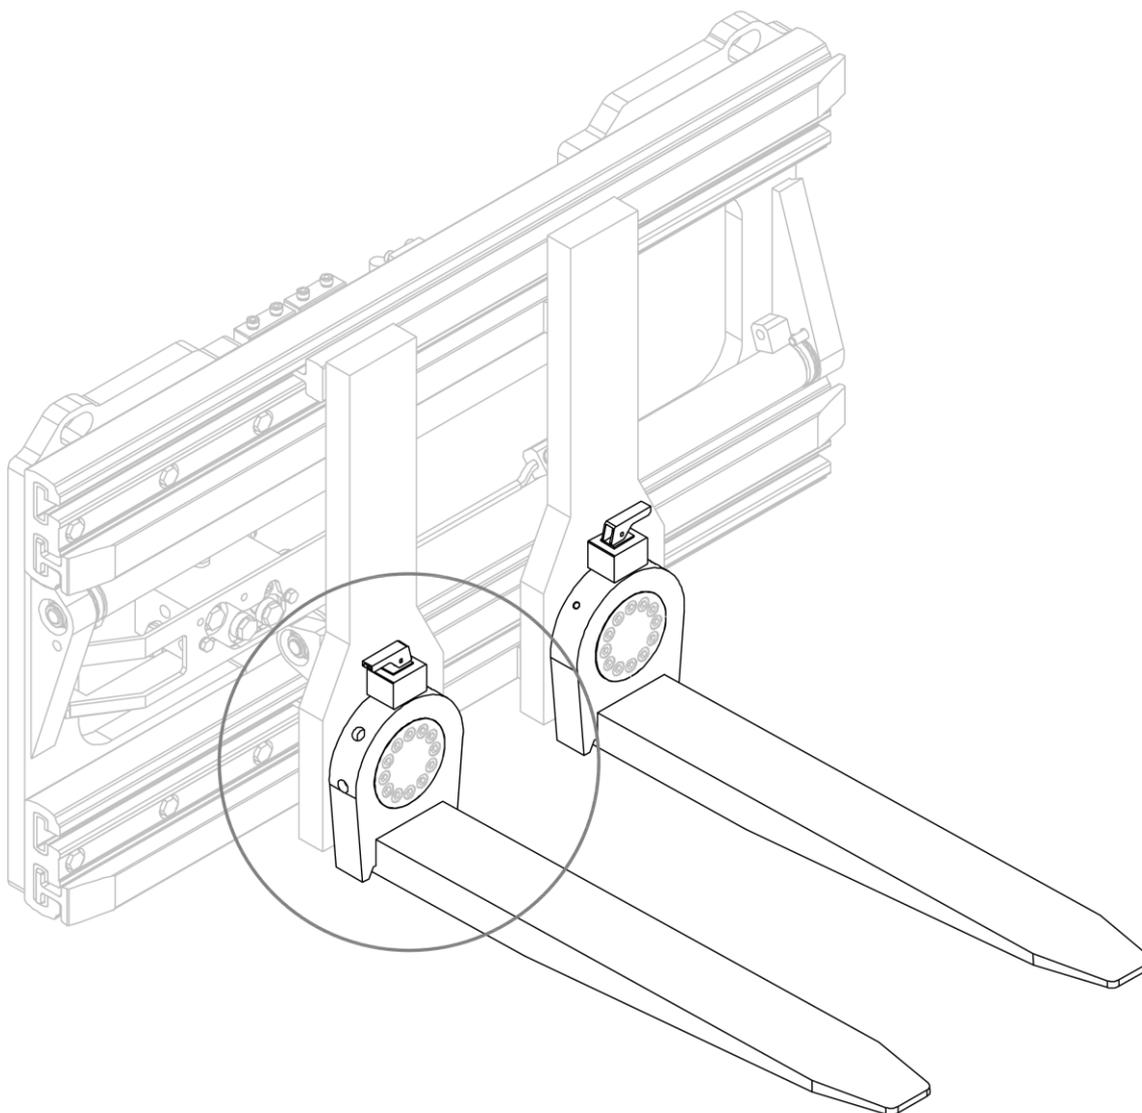
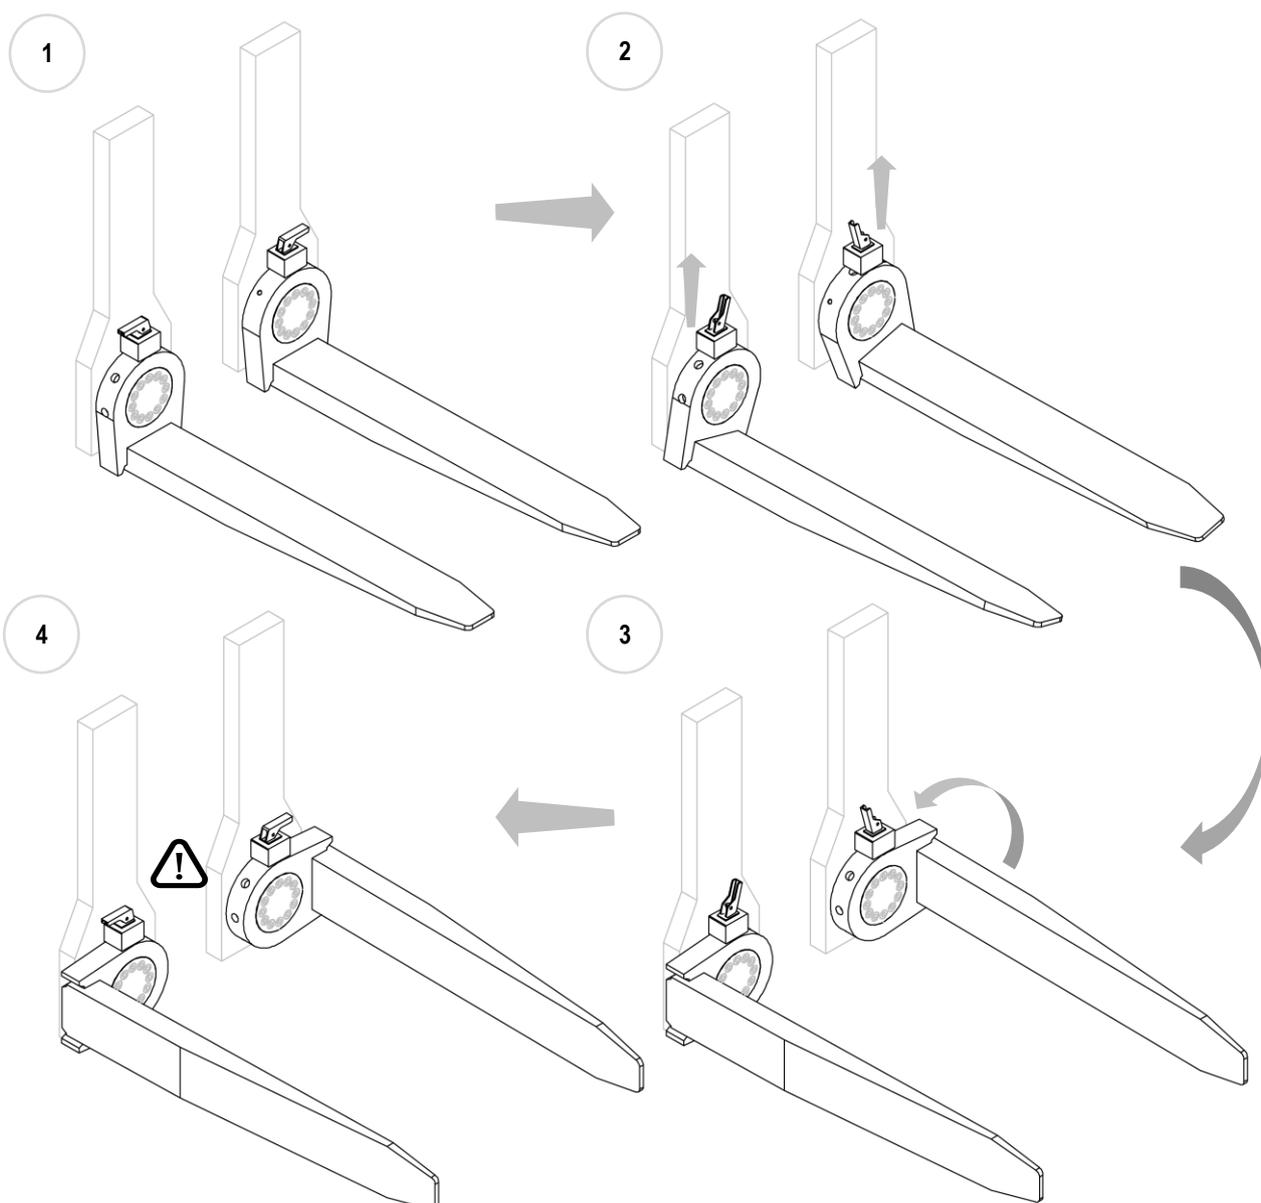

Abbildung 15
Abbildung 16
2. Beziehen Sie sich auf *Abbildung 15* und *Abbildung 16*.